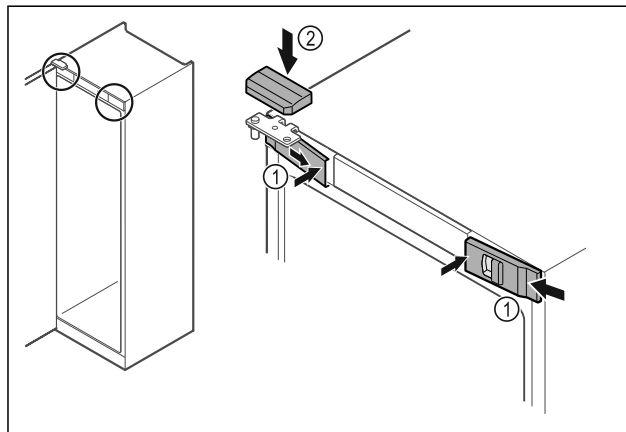

Fig. 45
- Agganciare le coperture anteriori Fig. 45 (1) di lato e innestarle all'interno.
- Innestare la copertura superiore Fig. 45 (2) dall'alto.